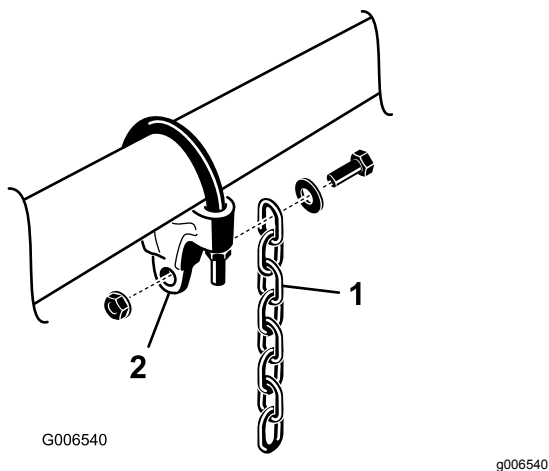

Figure 8
- Montez une chaîne de levage sur chaque support de chaîne avec une vis, une rondelle et un écrou, en positionnant l'ensemble comme montré à la **Figure 8**